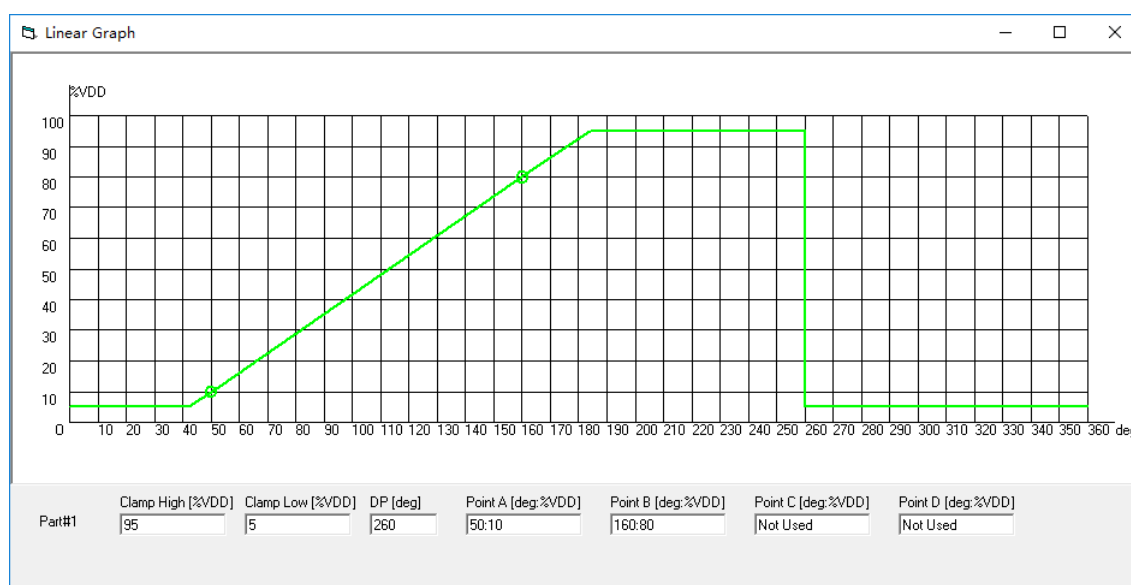

图 6.1.8 编程参数曲线示意图
7、若设置参数无误，则弹出理论曲线示意图（图 6.1.8），其中显示了编程软件界面设置的参数信息，及磁铁旋转一周（绝对角度 0° ~360°）时，芯片的输出信号波形。